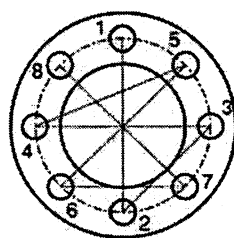

図 3.3
- (6) ガスケットがずれない程度にボルトを軽く締め、残りのボルトを取付ける。
- (7) シート面の隙間がなくなるまで締付け、面の平行が出ていることを確認する。
- ① 芯ズレや面の平行が出ていない場合はそのまま修正せず、ボルトを緩めてからやり直す。
- ② ガスケットにペーストを塗布している場合は滑りやすいので、ズレがないか確認する。
- (8) ボルトの締付けは、締付力が均等になるよう対角方向に交互に行うことを基本とする。フランジボルト本数が8本以下の締付けの順序の一例を、図3.3に示す。フランジボルトが12本以上の締付け方法について、図3.4に示す同一方向の周回方法が日本高圧力技術協会（HPI）より提案されている。概要は別紙-2を参考とされたい。